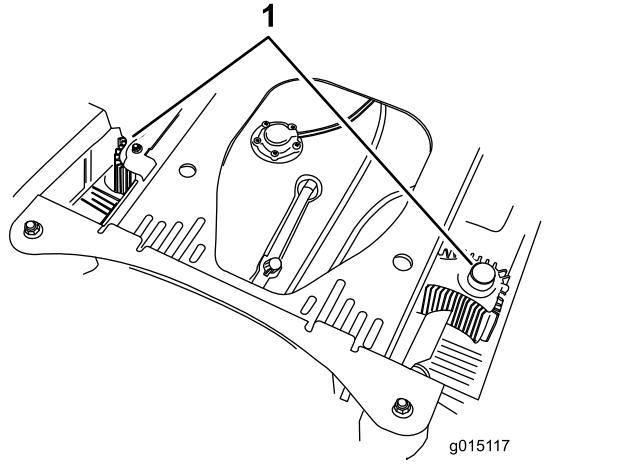

Figure 74
4. Débarrassez les protections de l'unité hydraulique de l'herbe et des débris accumulés (Figure 74).